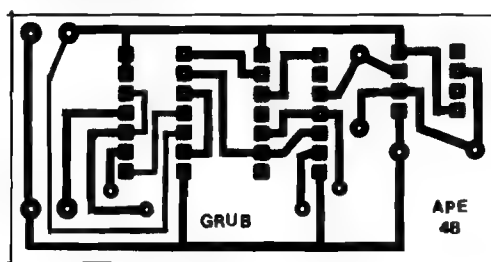

Fig. 2
- FIG. 2 - LAY OUT DO CIRCUITO IMPRESSO ESPECÍFICO - Como praticamente o circuito do GRUB se restringe aos três Integrados, a plaquinha ficou bem compacta e simples... O único cuidado a se tomar é justamente no que se refere ao relativo "congestionamento" (inevitável, quando se trata de Integrados...) entre as pequenas ilhas, muito próximas umas das outras, já que esses são pontos típicos onde falhas de traçagem ou corrosão geram "curtos" ou lapsos... Isso, contudo, pode ser evitado facilmente através de criteriosa verificação em cada etapa da confecção... Quanto à reprodução do